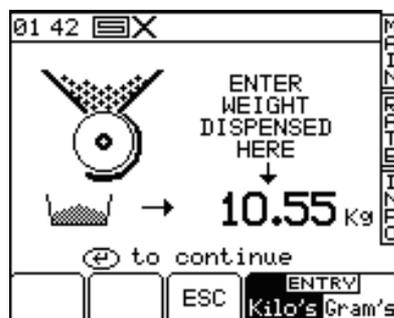

fig. 52
- 8) Die Taste «CAL TEST» (Z, Abb. 49) loslassen, um den Motor anzuhalten. Auf dem Display der Konsole wird eine Ikone mit stillstehender Dosierrolle mit einer gewissen Produktmenge im Behälter angezeigt (Abb. 52). Es wird auch eine mittels der aktuell eingestellten Parameter berechnete theoretische Menge angezeigt.